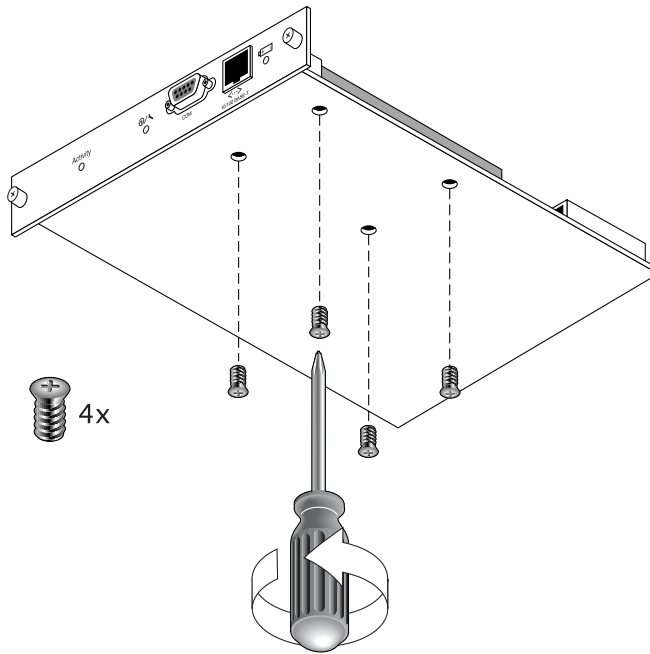

図 4-6 ねじを取り外したバッテリー モジュールの底面
4. モジュールの下側にあるねじを取り外し、バッテリー モジュールからバッテリーを離します (図 4-6参照)。